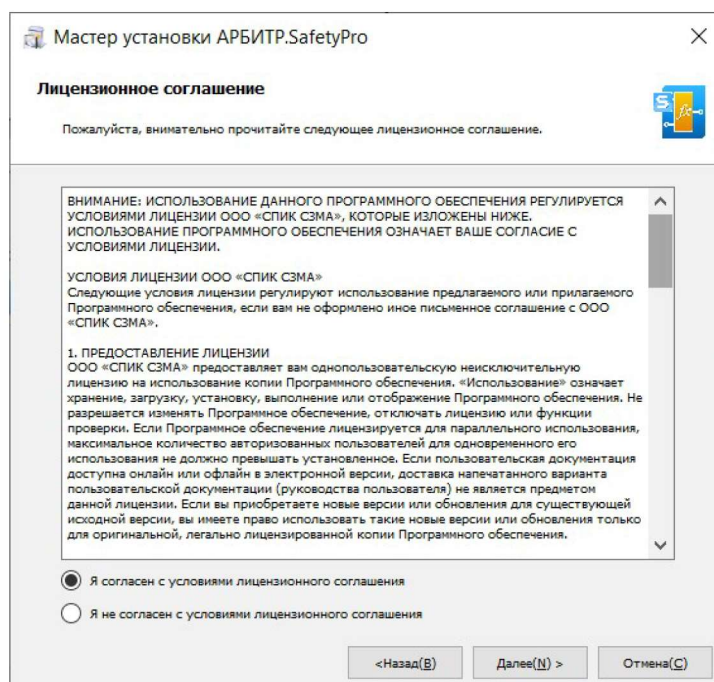

Рисунок 2-4 Лицензионное соглашение
4. Нажмите кнопку «Далее» для перехода в окно лицензионного соглашения (рисунок 2-4). Прочитайте условия лицензионного соглашения. Выберите пункт «Я согласен с условиями лицензионного соглашения».